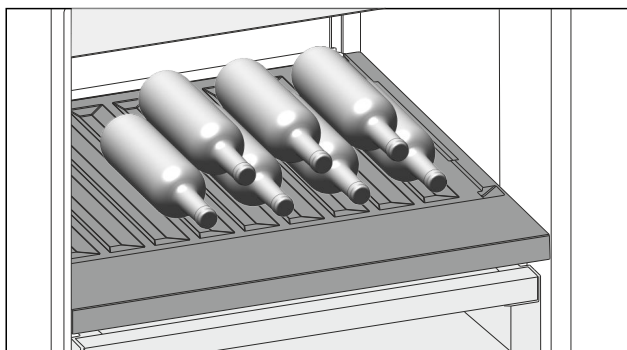

Fig. 98
- Stavite boce s dnom prema stražnjoj stijenci hladnjaka. (pogledajte Fig. 98)